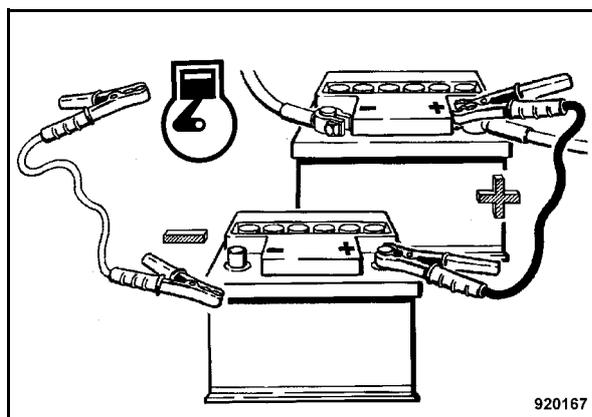

Fig. 58
- Di seguito collegare il cavo di massa dapprima al polo negativo della batteria ausiliaria erogante e quindi a massa motore o carrozzeria, possibilmente lontana dalla batteria (Fig. 58).